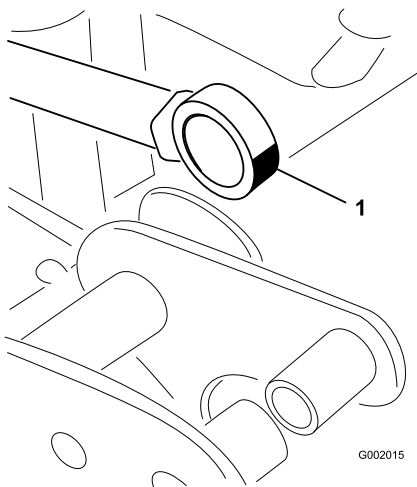

図 66
5. アクチュエータロッドのベアリング端部を動かしながらベアリング内部にグリスを注入する 図 66。